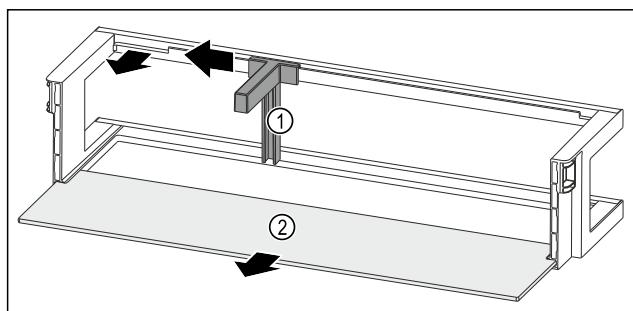

Fig. 276 Polica u vratima s držačem boca i policom za odlaganje
- Držać za boce Fig. 276 (1) pogurnite do otvora na stranu.
- Izvadite držać za boce Fig. 276 (1).
- Izvadite policu Fig. 276 (2).